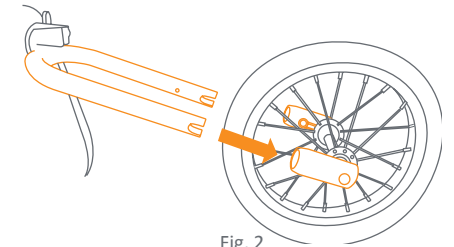

Fig. 2
- 2) • If preassembled skip to Step 5. Slide the front wheel housings onto the front fork (Fig. 2).
- Deslice los pasos de rueda delanteros en las horquillas delanteras (Fig. 2).